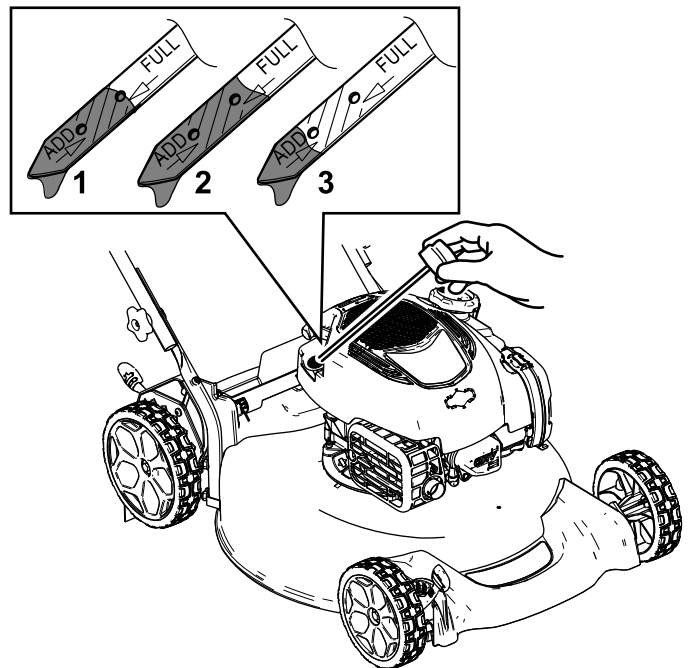

Figure 21
3. Tournez le bouchon dans le sens antihoraire et sortez la jauge (Figure 21).
10. Vérifiez le niveau d'huile indiqué par la jauge (Figure 21).